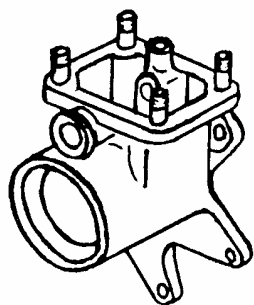

Рис.21. Картер привода переднего моста.
4.3 КАРТЕР ПРИВОДА ПЕРЕДНЕГО МОСТА 2121-1802232 (рис.21).